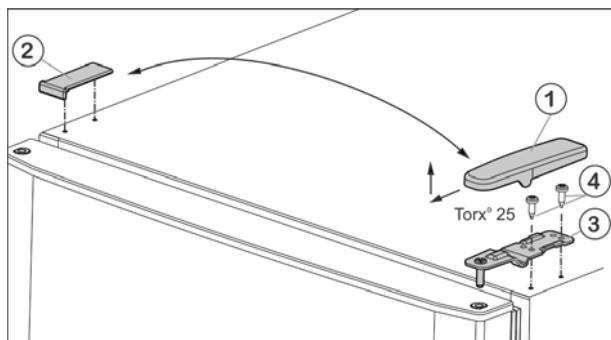

Fig. 5
- ▶ Потяните крышку Fig. 5 (1) вперед и вверх.
- ▶ Снимите крышку Fig. 5 (2).
- ▶ Открутите верхний опорный кронштейн Fig. 5 (3) (2 шт. Torx® 25) Fig. 5 (4) и вытяните вверх.
- Установите верхний опорный кронштейн Fig. 5 (3) на новой стороне шарнира и защелкните в дверце.
- Привинтите верхний опорный кронштейн (**с моментом 4 Нм**) (2 шт. Torx® 25) Fig. 5 (4). При необходимости используйте аккумуляторный шуруповерт.
- Наденьте и защелкните крышку Fig. 5 (1) на противоположной стороне снаружи.
- Также наденьте сверху и защелкните крышку Fig. 5 (2) на противоположной стороне.